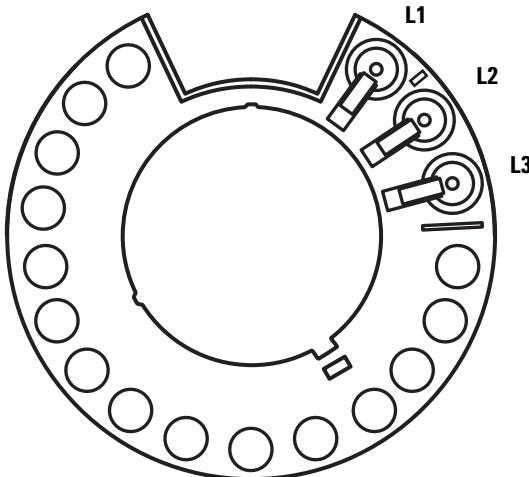

Figura 24 Posizioni L1, L2, L3 della torretta di trasferimento (vista dall'alto)
- 2** Togliere tutte le fiale dalle posizioni L1, L2 ed L3 della torretta di trasferimento per tutti gli iniettori installati (Figura 24).